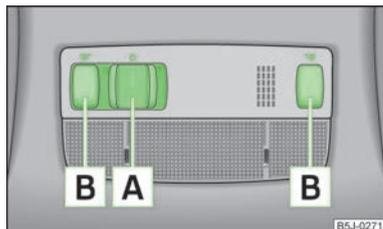

Fig. 25
- Premendo l'interruttore **A** in direzione del bordo della luce, viene visualizzato il simbolo » fig. 25 \leftarrow .
- Premendo l'interruttore **A** in direzione del bordo della luce, viene visualizzato il simbolo » fig. 25 \rightarrow .
- Premere l'interruttore **A** » fig. 25 in posizione centrale **ON**.
- Premere l'interruttore **B** oppure premere per inserire o disinserire le luci di lettura a destra o a sinistra.» fig. 25